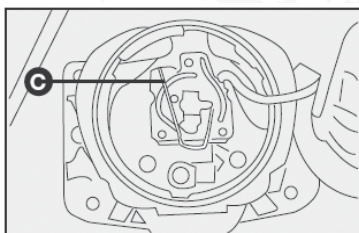

fig. 43
3) Saque el conector y enseguida el portalámparas, presionando el seguro C - fig. 43 hacia adelante abriendo lateralmente hacia la derecha;